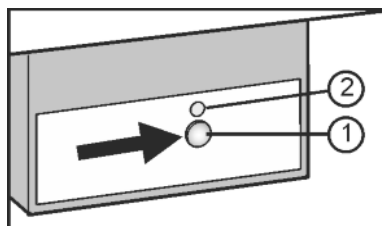

Fig. 18
- Stiskněte tlačítko On/Off Fig. 18 (1), až se rozsvítí LED Fig. 18 (2).